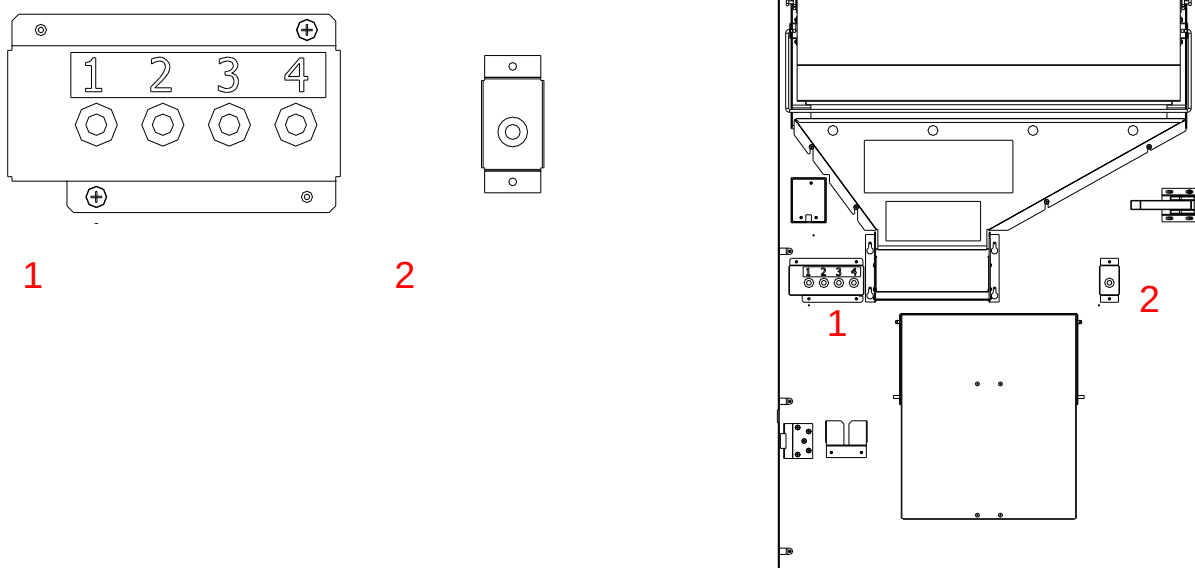

FIG. 5.6 – COMANDI PER MOVIMENTAZIONE COLONNE
- azionare con la mano destra il pulsante (2) e con la mano sinistra uno dei quattro pulsanti della pulsantiera (1) (fare riferimento fig. 5.6) corrispondente alla colonna in fase di carico;
- mantenendo i due pulsanti (1+2) premuti, premere con un piede il pedale (3): si aziona la movimentazione della catena in modo da scoprire di volta in volta i contenitori vuoti da riempire.